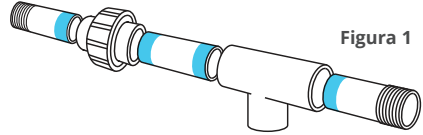

Figura 1
1. Con base y pegamento de PVC, monte la tubería como se muestra a la derecha (Figura 1), y aplique la base y el pegamento. Dé suficiente tiempo al pegamento para que se cure antes de que pase agua por el sistema.